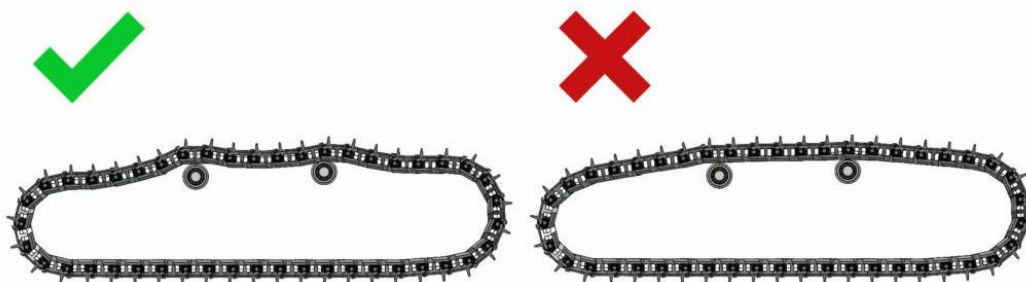

Рисунок 3.124. Натяжение гусеницы
износ. Недостаточно (слабо) натянутая гусеница может перескочить через зубья ведущей шестерни, повредить их, см. рис. 3.124.
- ▶ Ослабить болты крепления 1 башмака гусеницы (повернув на 1-2 витка), рис.3.124.